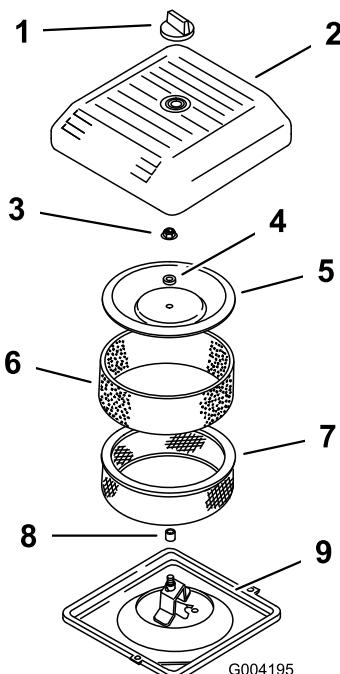

Figura 18
2. Desaperte o botão e retire a cobertura do filtro de ar (Figura 18).
3. Faça deslizar cuidadosamente o filtro prévio de esponja do elemento de papel (Figura 18).
4. Desaperte a porca da cobertura e retire a cobertura, o espaçador e o filtro de papel (Figura 18).
2. Coloque a estrutura do filtro do ar na base do filtro do ar (Figura 18).
3. Coloque a cobertura, o espaçador e aperte com a porca da cobertura (Figura 18). Aperte as porcas a 11 Nm.
4. Coloque a cobertura do filtro de ar e fixe-a com o botão (Figura 18).